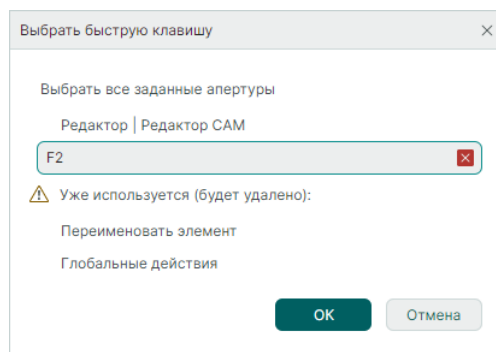

Рис. 77 Совпадение быстрых клавиш
5. В случае совпадения введенной клавиши (комбинации клавиш) будет получено предупреждение с информацией, для какой команды клавиша уже используется. Измените клавишу (комбинацию клавиш) или нажмите «ОК», в этом случае клавиша для уже используемого действия будет удалена, см. Рис. 77.